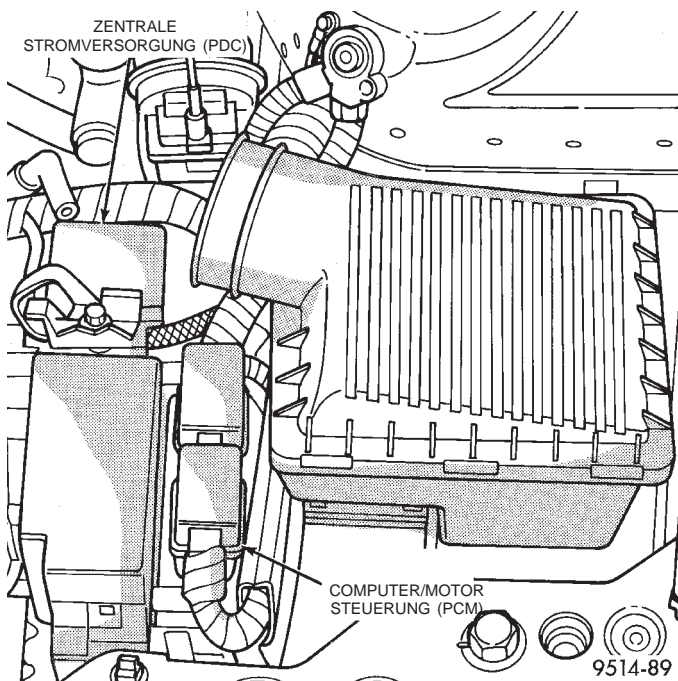

Abb. 8 Lage des Computers/Motorsteuerung (PCM)
(1) Die beiden 40-poligen Steckverbinder vom PCM abziehen (Abb. 8).